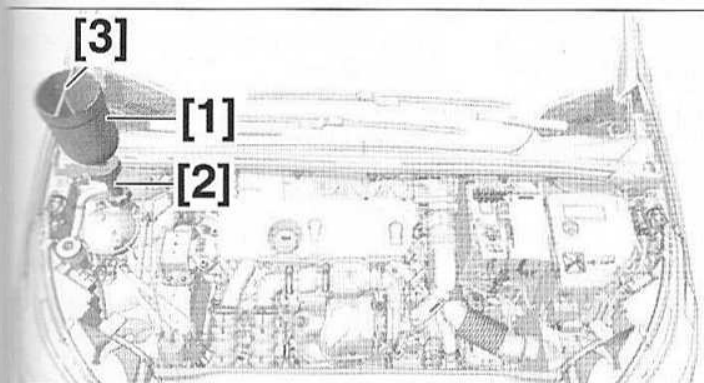

FIG.29
- Reposer le bouchon de vidange (11).
- Mettre en place une agrafe (10) neuve.
- Rebrancher la durit inférieure (9).
- Mettre en place les outils [1] et [2] sur l'orifice de remplissage du vase d'expansion (Fig.29).